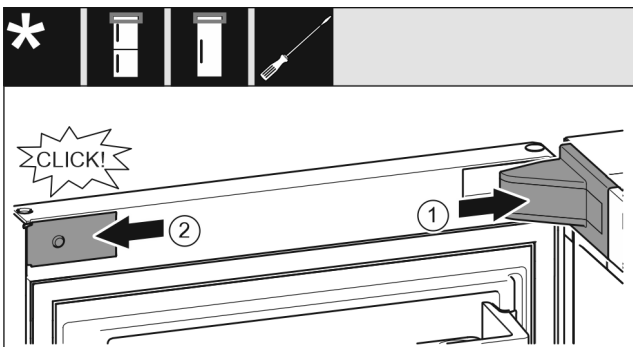

Fig. 33
- ▶ Встановіть та зафіксуйте кришку опорного кронштейна, у разі необхідності — обережно розтисніть. Fig. 33 (1)
- ▶ Встановіть збоку і зафіксуйте накладку. Fig. 33 (2)